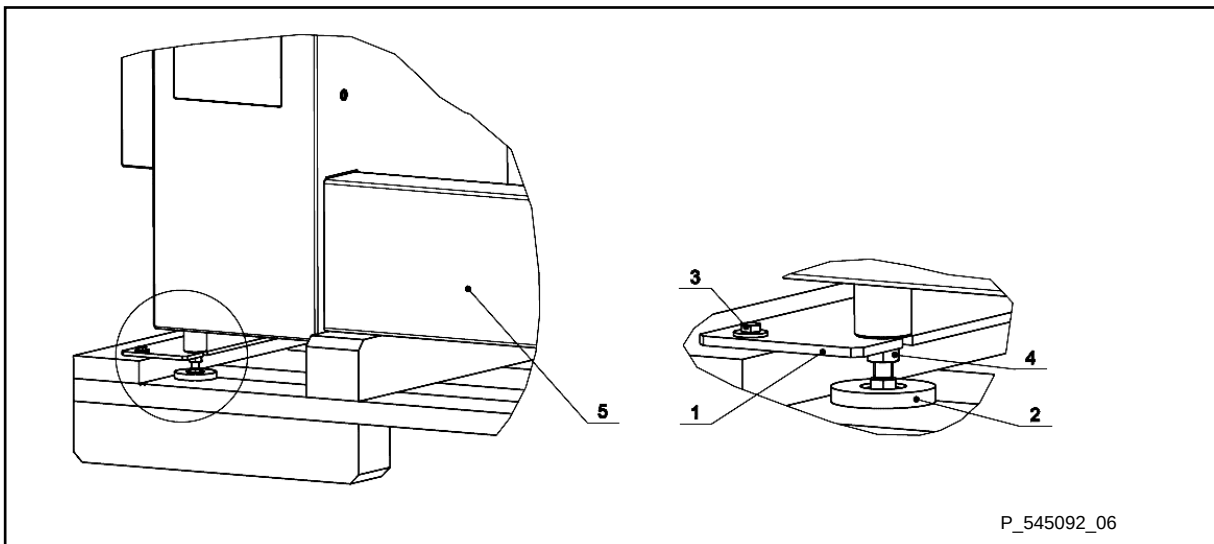

figura 3.2.2.A.
- Figura 3.2.2.A – para el desmontaje de la máquina de la paleta es necesario desmontar las consolas de fijación (1) de los dos lados de la máquina y establecer las patas de ajuste (2)-4x a la posición básica de transporte.
- Desmonte los tornillos de anclaje (3)-4x, afloje las tuercas de seguridad (4)-4x y quite las consolas de fijación (1)-2x.
- Establezca las patas de ajuste (2)-4x a la posición básica de transporte de modo que la altura entre la superficie inferior de los soportes (5) y la superficie inferior de las patas de apoyo (2) sean unos 80 mm, o sea, que correspondan a la altura de la horquilla de la carretilla elevadora.
- Apriete las tuercas de seguridad (4)-4x fijando la posición de la pata de ajuste (2)-4x.